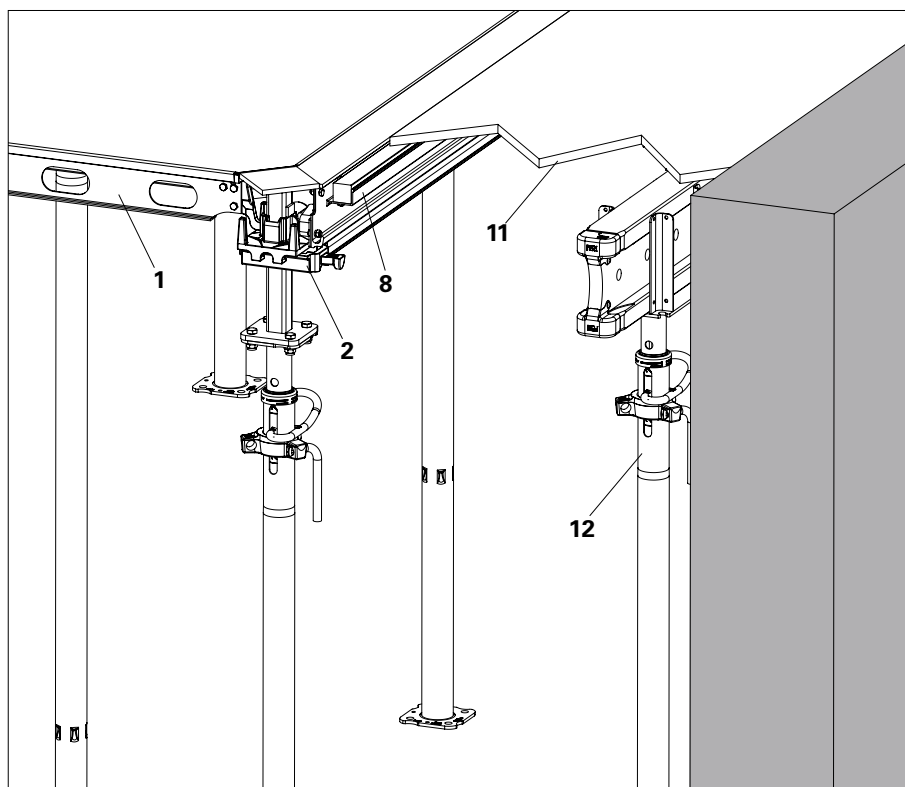

Fig. A7.02
3. Posizionare la trave di compensazione ADF (8) sul perno della piastra mobile della testa a caduta. (Fig. A7.02)
5. Montare il puntello aggiuntivo con testa a croce e trave VT 20 (12).
6. Riempire ininterrottamente l'area di compensazione con pannello multistrato (11).
7. Fissare il pannello multistrato (11) sopra con chiodi. (Fig. A7.02)